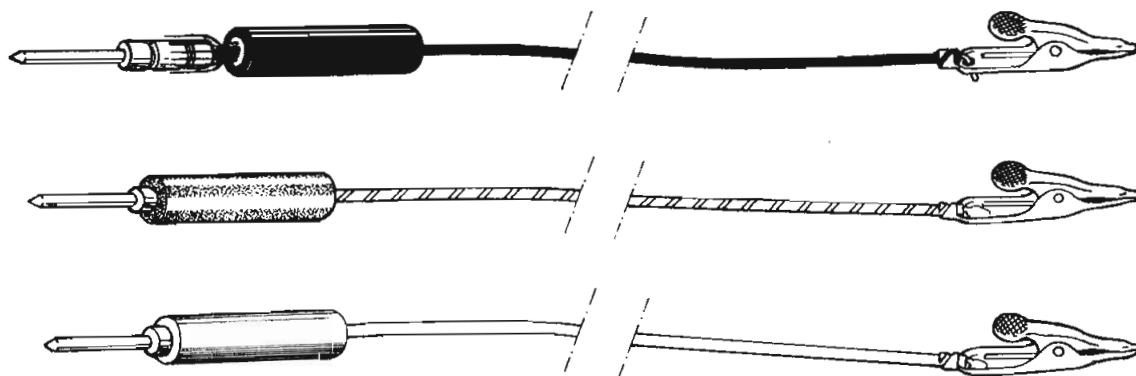

Figure 4 — Câbles de mesure
- () Coupez 300 mm de fil noir, faites passer une extrémité à l'intérieur du capuchon isolant noir; dénudez ce fil sur 15 mm et séparez les différents brins formant le câble. Prenez une pointe métallique et introduisez sa partie arrière (la plus grosse) entre les brins du câble comme il est indiqué sur la figure 4 en veillant à ce que les brins soient régulièrement espacés. Appuyez la pointe métallique sur un morceau de bois et faites glisser le capuchon isolant en appuyant avec la force nécessaire pour que la partie arrière de la pointe métallique rentre à l'intérieur du manchon isolant en emprisonnant les brins du câble. Observez la réalisation du montage sur la même figure 4.
- () Dénudez l'autre bout du fil noir sur 6 mm et soudez-le à une pince crocodile comme il est indiqué sur la figure 4 avant de serrer l'isolant au moyen des deux rabats métalliques de la pince.
- () Coupez 300 mm de fil blanc et procédez de façon identique aux deux opérations précédentes en utilisant cette fois le manchon isolant de couleur blanche. Vous possédez maintenant trois cordons de mesure complets identiques à ceux représentés sur la figure 4; vous pourrez les utiliser pour vérifier les transistors dont les fils de sortie ne permettraient pas de les brancher sur le support Z. Maintenant vous allez procéder aux